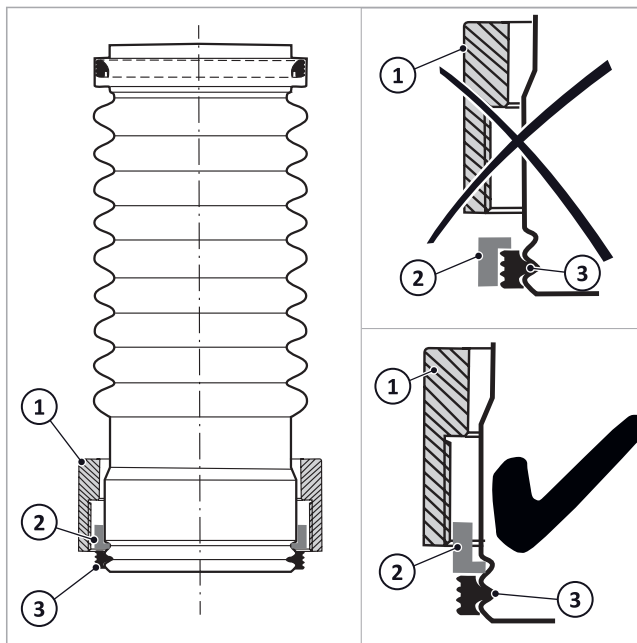

Abb. 40: Verschraubung aufgesteckt
1. Gemäß → Abb. 40 die Überwurfmutter (1), den Sprengring (2) und die Dichtung (3) auf das untere Rohrende des Abgasanschlussstückes schieben.